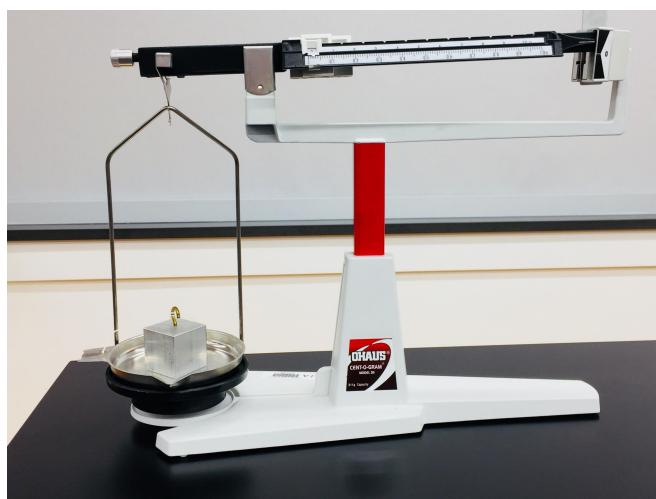

Figure 2. Balance à plateau
1. Mesurez la masse  $m$  de l'objet fourni en utilisant une balance à plateau, tel qu'illustré à la Figure 2: